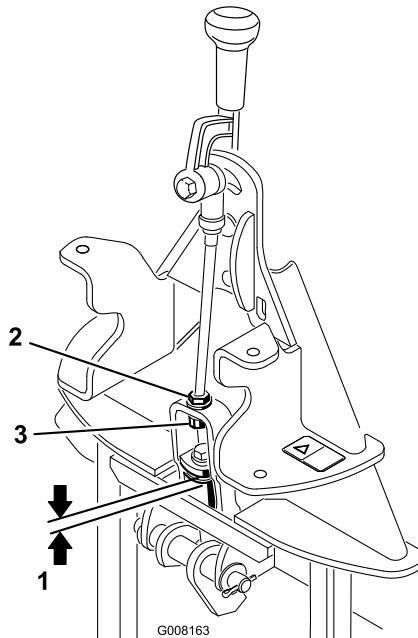

図 5
2. 図 5に示すように、上面のワッシャからアタッチメントアダプタのリンクアセンブリのスペーサまでの距離を測る。